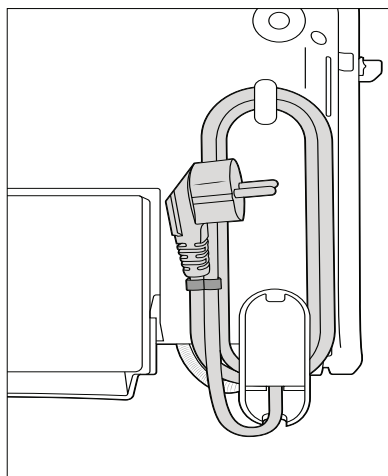

Fig. 2
- ◆ Na parte inferior do aparelho encontra-se um dispositivo de enrolamento do cabo ❸. Enrole o cabo de alimentação no sentido dos ponteiros do relógio, à volta do gancho e do pé do aparelho (fig. 2).